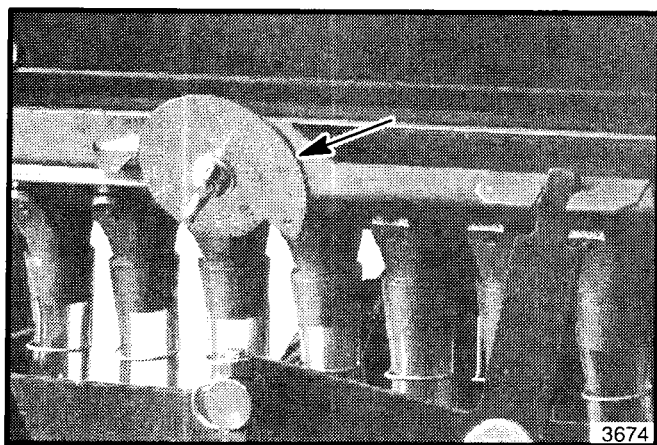

Figura 6. Leva de Control de Suministro
- 3. Coloque la leva de control de suministro del recipiente para semillas (vea la figura 6) de acuerdo con la "Carta para Suministro de Semillas" localizada en la parte interna de la cubierta del recipiente para semillas. Llene el recipiente para semillas.